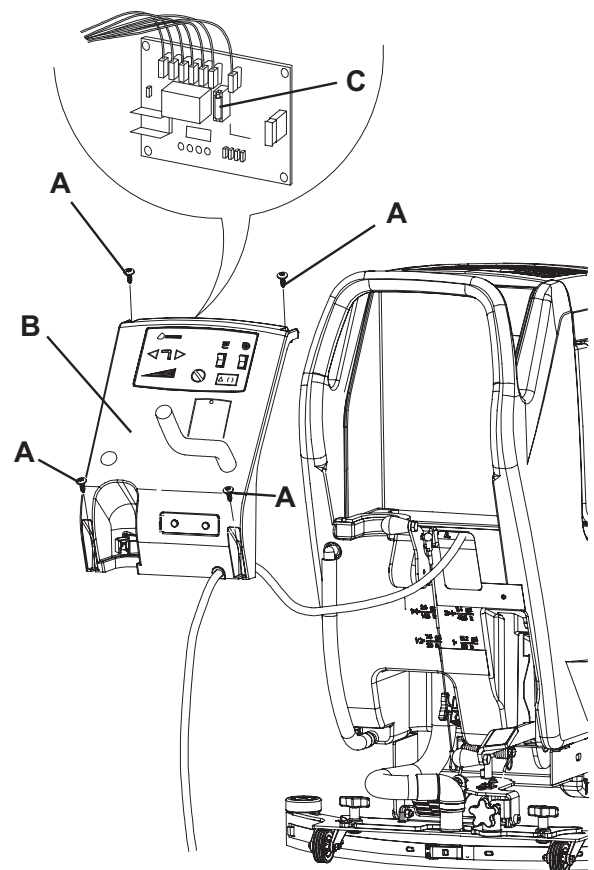

Abbildung 6
1. Das Netzkabel (3) vom Stromnetz lösen ohne ihn auf den Halter (4) aufzuwickeln.
2. Das Schmutzwasserablassrohr (12) verschieben.
3. Das Netzkabel (3) von dem Halter (4) entfernen.
4. Die Schrauben (A, Abb. 6) entfernen und vorsichtig die Tafel (B) verschieben.